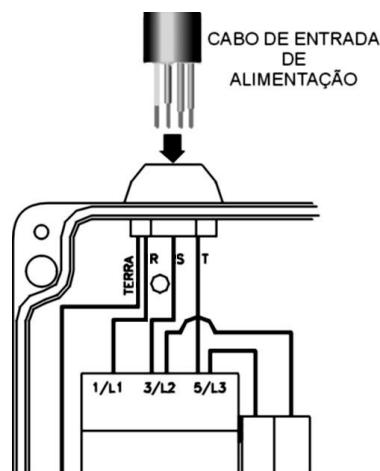

Figura 4
- Conekte o cabo da entrada de alimentação na caixa do painel elétrico conforme Figura 4. Certifique-se que a tensão presente nos terminais do cabo de alimentação está compatível com a tensão informada na placa de identificação da rampa, localizada na dianteira da lateral interna da plataforma direita.